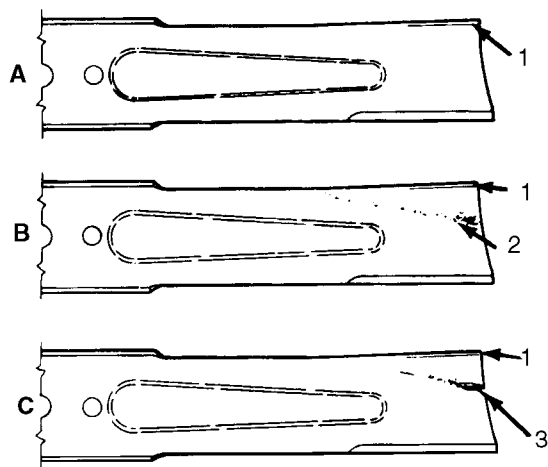

Fig. 18
ISPEZIONE ED AFFILATURA DELLE LAME (Fig. 18 e 19)
2. Controllare attentamente il tagliente della lama, facendo particolare attenzione al punto in cui le sezioni piane e curve della lama si incontrano (Fig. 18-A). Sabbia e materiali abrasivi possono consumare il metallo che congiunge le sezioni piane della lama a quelle curve, quindi controllare la lama prima di usare la macchina. In caso di usura (Fig. 18-B) cambiare la lama; vedere *Rimozione della lama*.
Se si lascia consumare la lama si forma una tacca fra la costola e la sezione piana della lama (Fig. 18-C). Alla fine un pezzo di lama si stacca e viene scagliato da sotto il corpo dell'apparato, compromettendo l'integrità fisica dell'operatore e degli astanti.